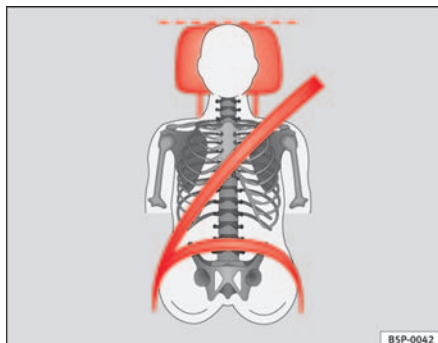
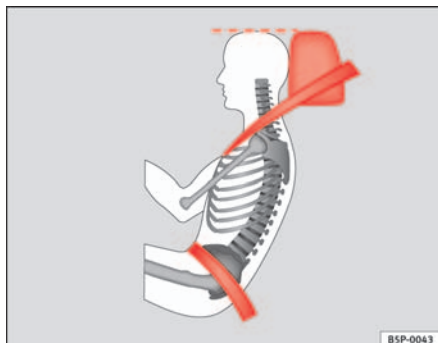

Abb. 3 Richtig eingestellte Kopfstütze von vorne betrachtet
Abb. 4 Richtig eingestellte Kopfstütze von der Seite betrachtet
- Stellen Sie die Kopfstützen so ein, dass sich die Oberkante der Kopfstütze möglichst auf einer Linie mit dem oberen Teil Ihres Kopfes, bzw. mindestens auf Augenhöhe befindet. ⇒ **Abb. 3** und ⇒ **Abb. 4**